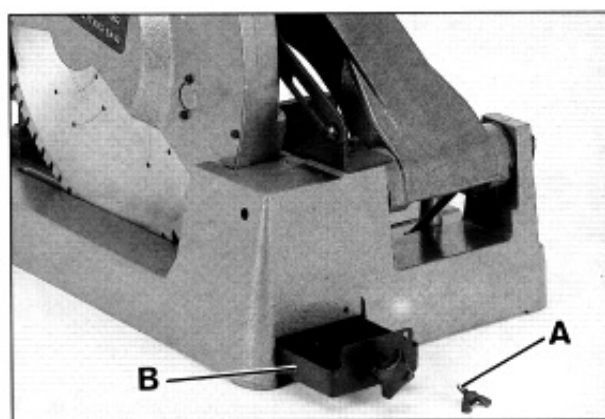

Abb.19
**ATTENTION:** La vis de butée (A) ne doit pas être serrée trop enfoncée, car, dans ce cas, la lame découperait le bac de copeaux (B), Fig.19. Veiller à ce que la vis de butée soit toujours à la bonne hauteur avant de mettre la machine en marche.
Dévisser la vis (A), Fig.19, retirer le bac (B) pour le nettoyer. Remettre celui-ci en place et resserrer la vis.